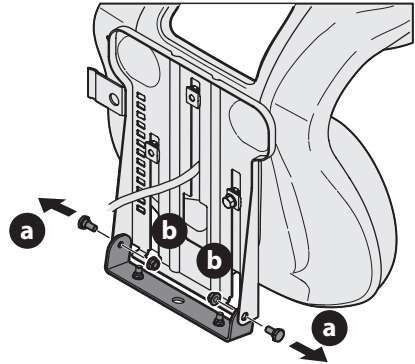

Figure 1
2. Retirez les deux boulons à épaulement (a) et les deux écrous autobloquants (b) du plateau du siège (Figure 1).